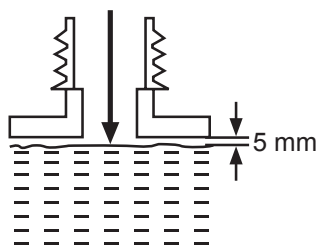

Fig. 11
- > Utilisez exclusivement le mélange essence/huile prévu. Évitez de trop remplir le réservoir. Laissez un espace d'au moins 5 mm entre la surface du carburant et la paroi supérieure du réservoir [6], afin que le carburant puisse s'étendre (Fig. 11).